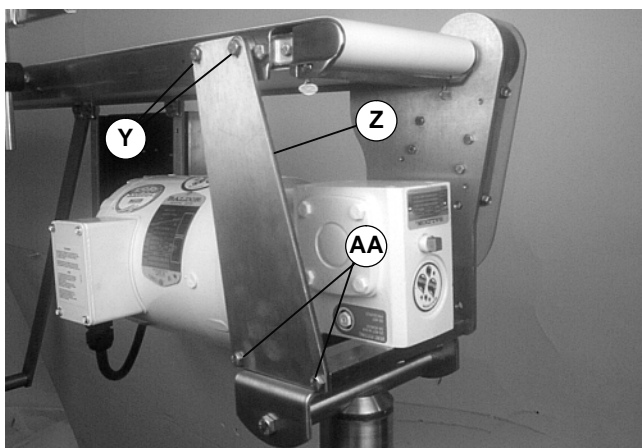

Abbildung 22
HINWEIS: Bei Förderband mit Schwerlast-Montagesatz für Unten- oder Obeninstallation muß der Träger (Z siehe Abbildung 22) abmontiert werden.
- Bei Förderband mit Schwerlast-Montagesatz für Unten- oder Obeninstallation muß der Träger wieder installiert werden (Z siehe Abbildung 22).
HINWEIS: Bei dem Schwerlast-Montagesatz wurden zwei (2) Schrauben (Y in Abbildung 22) in Schritt 1 entfernt.